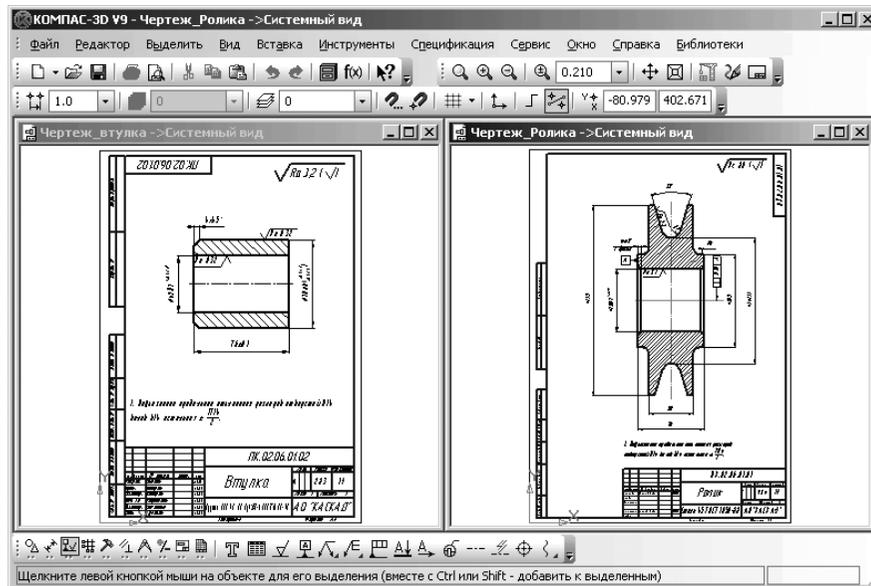

Рис. 6.2. Представление чертежа Ролика в увеличенном масштабе
- нажмите функциональную клавишу **F9** для показа чертежа ролика во весь экран по центру. Возможное состояние чертежа ролика показано на рис. 6.2.